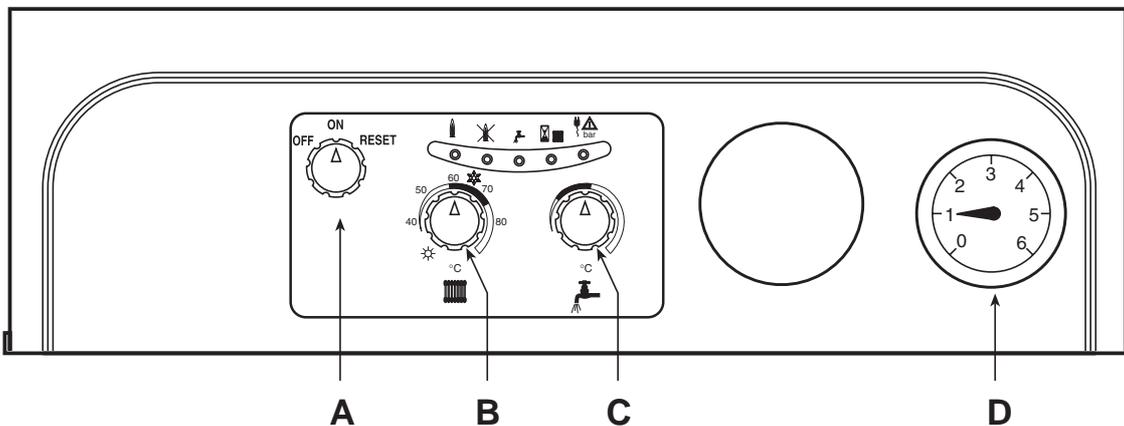

Fig. 10
## “HIVER” ( ) (fig. 10)
## “ETE” ( ) (fig. 10)
- Faire tourner le commutateur (A - Fig. 10) pour le mettre sur ON.
- A ce moment-là, il est possible de décider comment faire fonctionner la chaudière, soit pour le chauffage et la production d'eau chaude sanitaire, soit pour la production d'eau sanitaire uniquement. Si l'on choisit la première solution: chauffage + eau chaude sanitaire, il faut mettre le bouton B (Fig. 10) en position Hiver à un endroit qui correspond à plus de 50°C et celui du thermostat, s'il y en a un, sur la valeur de température voulue. A ce moment-là, le brûleur s'allume et la chaudière commence à marcher automatiquement, car elle est contrôlée par les dispositifs de réglage et de sécurité.
Si l'on choisit la deuxième solution: eau chaude sanitaire uniquement, il faut mettre le bouton B (Fig. 10) en position Eté.
**Note** - Une fois les manoeuvres d'allumage effectuées correctement, si les brûleurs ne s'allument pas et si la lampe témoin de blocage s'allume, il faut attendre 15 secondes environ, puis faire tourner le bouton A (Fig. 10) pour le mettre en position **RESET** (remise en marche) et le relâcher. La carte électronique répétera le cycle d'allumage. Si, au bout de la deuxième tentative, si les brûleurs ne s'allument toujours